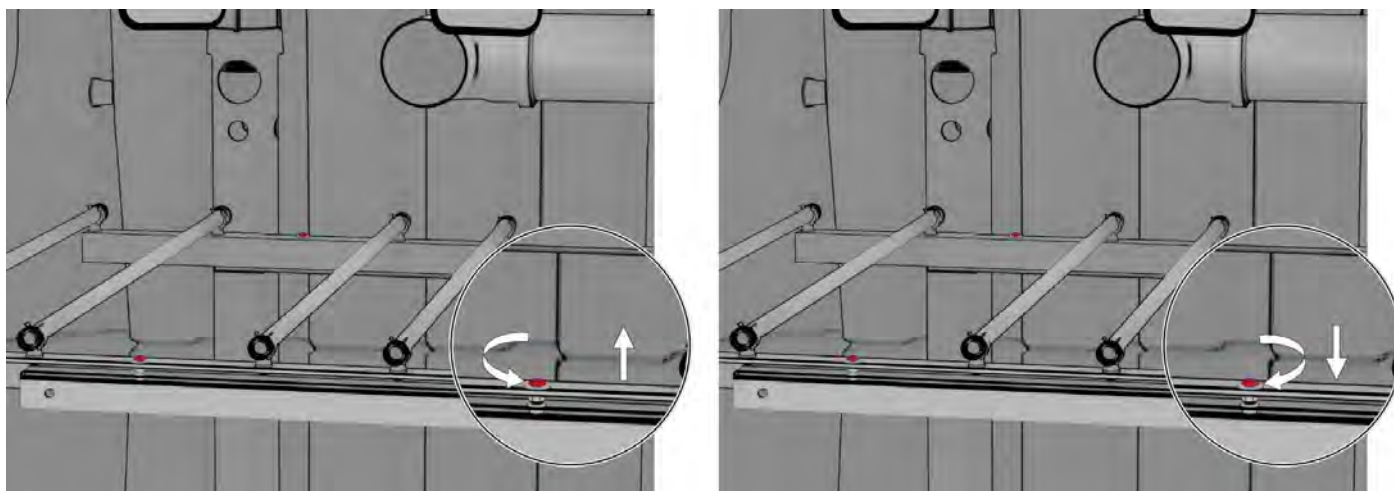

Fig. 43: Ajuster l'alignement du plateau de répartition avec un niveau à bulles et les écrous
5. Si nécessaire, ajuster l'alignement du plateau de répartition au moyen des écrous à serrer ou desserrer situés sur les deux cornières parallèles sous le plateau central (en rouge sur Fig. 43).